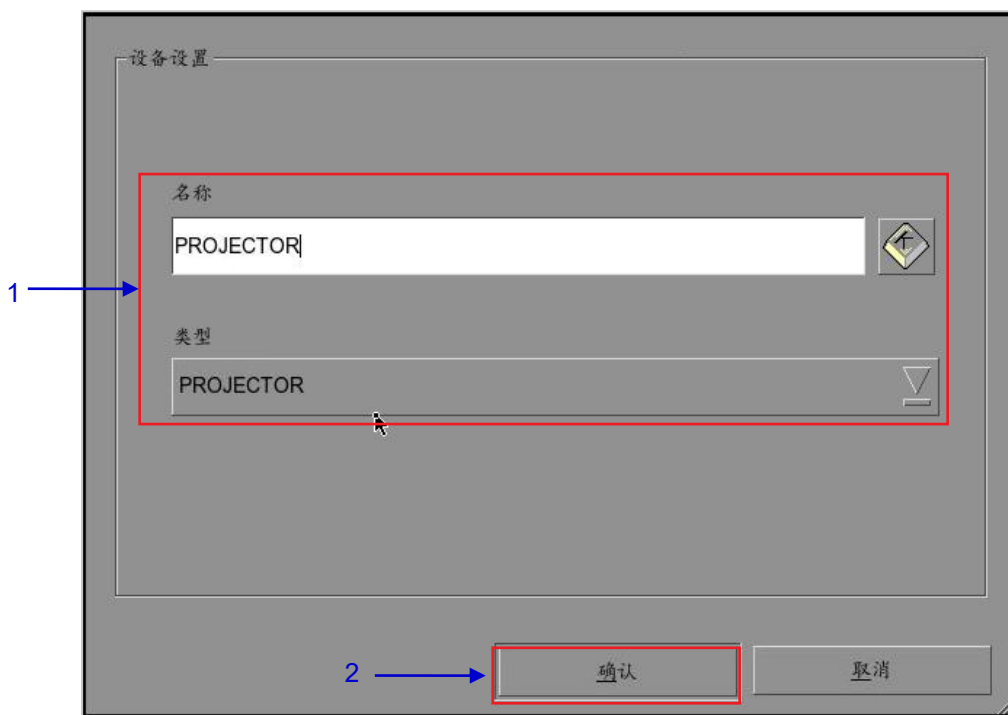

图 41 放映机自动化设备设置。
2. 点击[确定]并设置放映机设备的设备参数（参见图 41）。